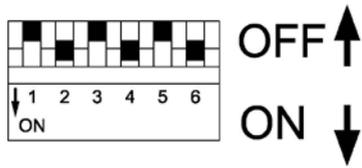

Abbildung 11 Schalter
3. Feld S1 für die Auswahl der Ladespannung, der Ladezeitbegrenzung und des Stromversorgungsmodus (siehe auch Bild 11 Schalter, Seite 7)"STATUS" LED